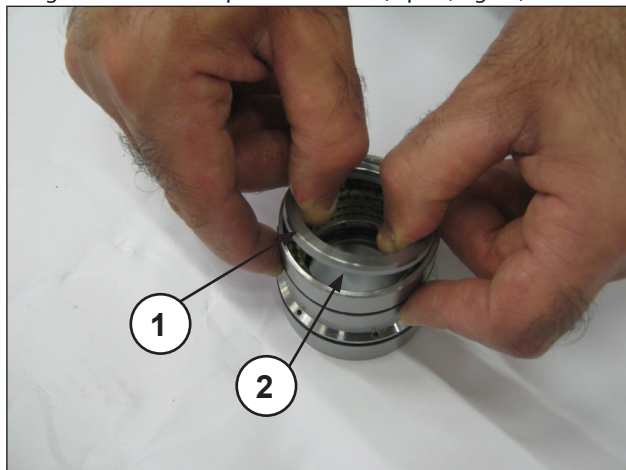
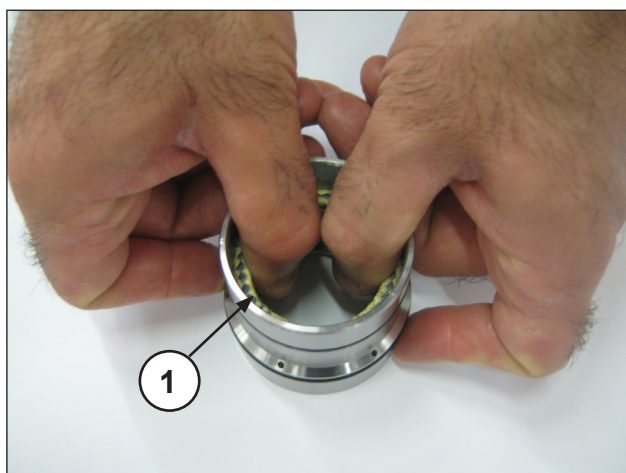

Fig. 25
Fig. 26
Séparer le support des joints de la chemise, déposer l'anneau pour ressort et le segment racleur (rep. ①②, Fig. 25) pour accéder aux garnitures mécanique d'étanchéité (rep. ①, Fig. 26).